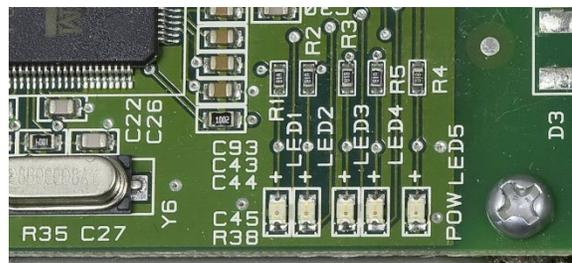

Abbildung 3-35: Position der Daten-LEDs am ACD500 (oben) und Detail (unten)
6. Behalten Sie die LEDs auf der Hauptplatine des ACM500 im Auge, wie in der Abbildung 3-35 dargestellt. Wenn das ACM500 ordnungsgemäß angeschlossen und der IND500x/IND560x korrekt programmiert sind, blinken die LEDs.